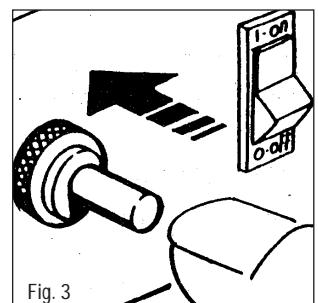

Fig. 3
- Carregar no botão da valvula de gás e várias vezes no do piézo-electrónico até que o bico de gás se acenda. (Fig. 3 - 4)